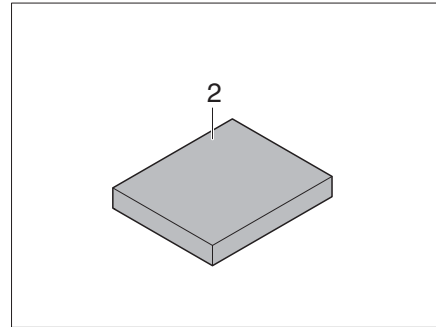

Fig. 173 Coussin supplémentaire
- Placer le coussin supplémentaire (Fig. 173,2) au milieu sur la table.